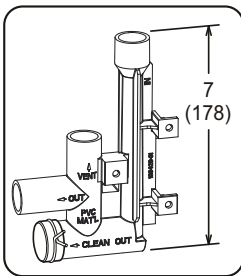

FIGURE 48
- 3 - Installer le bouchon sur l'ouverture de nettoyage à la base du purgeur. Fixer avec le collier. Voir la FIGURE 48.
- 4 - Installer le purgeur avec des raccords en PVC appropriés et coller tous les joints. Coller le purgeur fourni comme illustré à la FIGURE 48. Acheminer le conduit de condensat jusqu'à un drain ouvert.